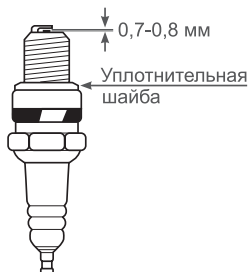

Рис. 13 Обслуживание свечи зажигания
4. Измерьте зазор между электродами свечи зажигания специальным щупом. Зазор должен быть 0,7-0,8 мм (Рис. 13). При увеличении, или уменьшении требуемого зазора, рекомендуется заменить свечу, так как регулировка зазора может привести к изменению качества искрообразования.